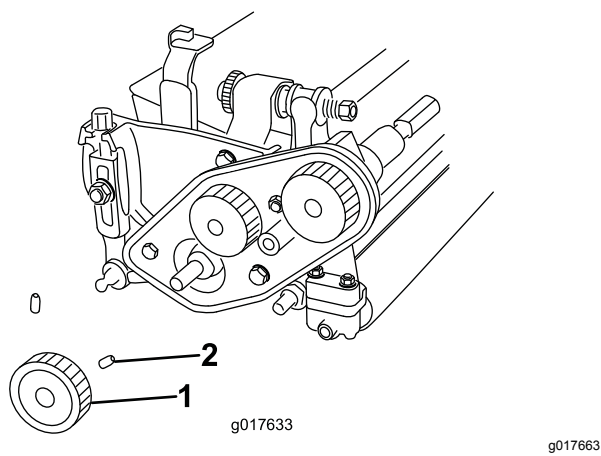

図 5
3. 下プーリを固定している固定ねじ2本をゆるめて、プーリをリールシャフトから外す 図 5。
- B. 下プーリをリール駆動シャフトに取り付け、固定ねじ2本を使ってシャフトのキーに固定する 図 5。